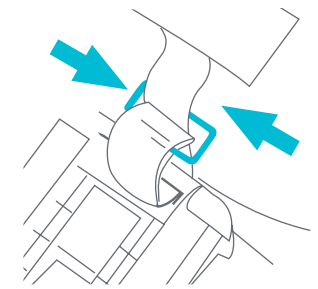

Fig. 3c
- Pase el anillo en D a través de la correa de soporte (Fig. 3c).